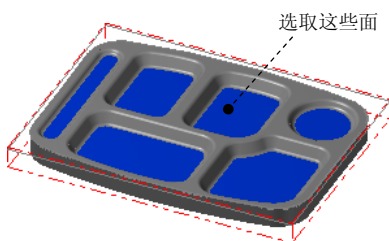
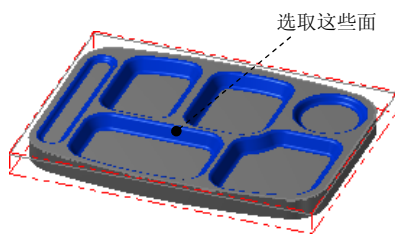

图 1.25 选取加工面
图 1.26 选取干涉面
Step2. 设置加工区域。在图形区中选取图 1.25 所示的曲面（共 6 个），然后按 Enter 键，系统弹出“刀具路径的曲面选取”对话框。然后单击 **干涉面** 区域中的  按钮，选取图 1.26 所示的面（共 116 个）为干涉面，然后按 Enter 键。单击  按钮完成加工区域的设置，同时系统弹出“曲面精加工浅平面”对话框。